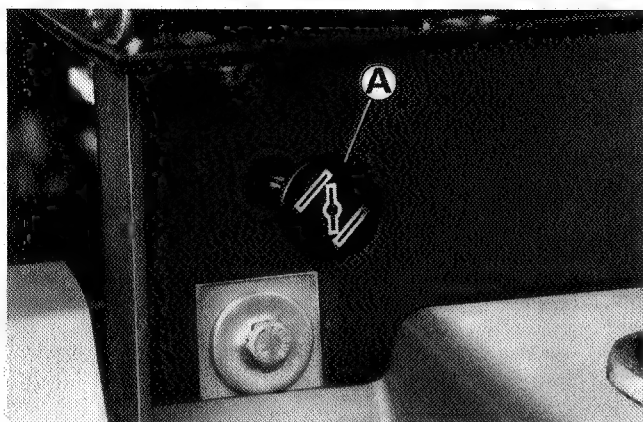

Fig.22
(Petrol only Fig. 22)
- (b) Pull out choke control knob (A Fig.22) to choke. Note: a warm engine requires less choke than a cold one.
(Nur Benzinmotor Fig.22)
- (b) Den Drosselknopf (A Fig.22) zur Luftdrosselung herausziehen. Anm.: Ein warmer Motor erfordert weniger Drossel als ein kalter.
(Modèles à essence uniquement, Fig.22)
- (b) Tirer sur le bouton du starter (A, Fig.22) pour l'enclencher. Nota : Un moteur chaud a besoin de moins de starter qu'un moteur froid.